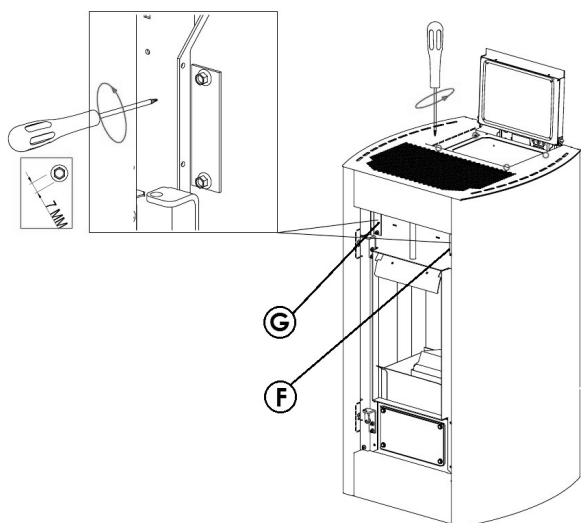

Fig. 83 - Odstranjevanje plošč
- Ko je peč hladna, odprite vrata peči ter odstranite ploščo „F“ tako, da odvijete dva vijaka (glejte **Fig. 83**).